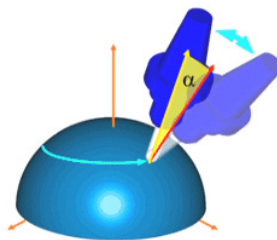

图 2-263 反向刀具
- **〔反向刀具〕**: 设置改变刀轴的法向, 如图 2-263 所示。